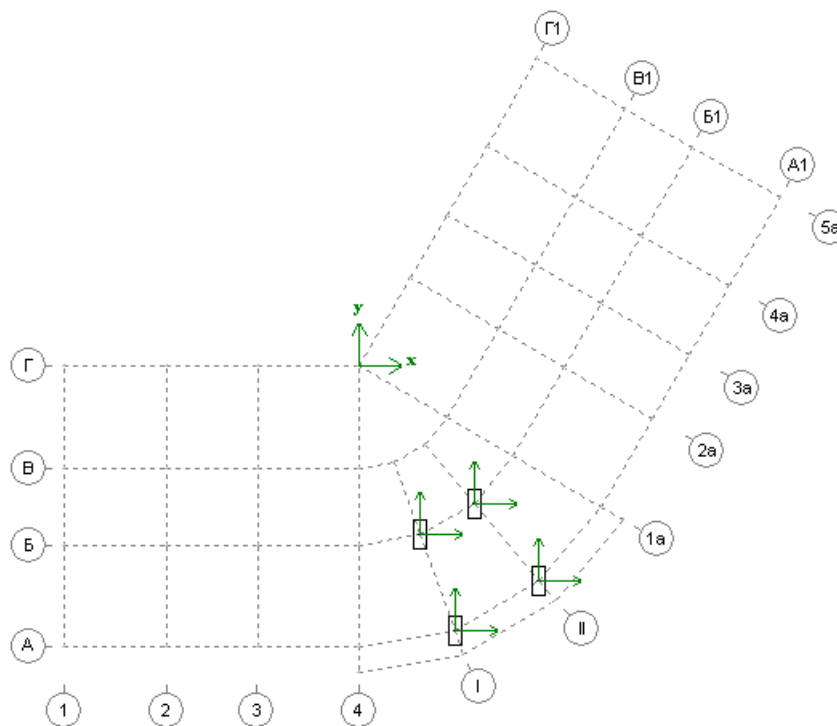

Рис.1.4.3. Местные оси колонн
- Переместите начало системы координат с помощью команды меню **Схема** ⇒ **Система координат** ⇒ **Перенос** (кнопка  на панели инструментов) в центр полярной сети на пересечение осей 4 и Г (рис. 1.4.3).